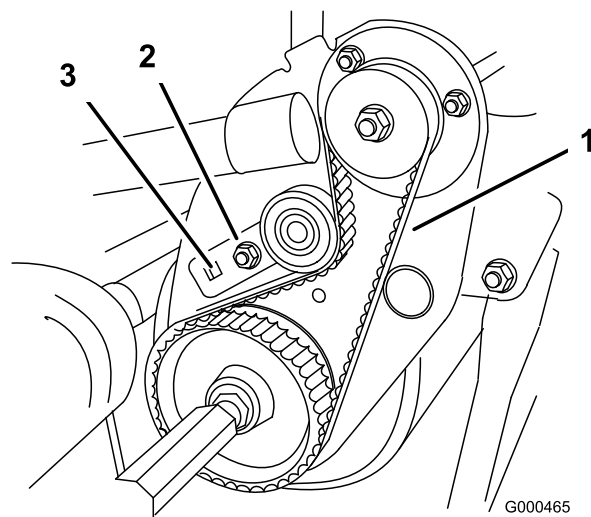

Figura 43
- B. Servindo-se de uma chave de aperto de 3/8 pol., rode o suporte intermédio com uma torção de 4–4,5 Nm para ajustar a tensão da correia (Figura 43). Mantendo o ajuste da chave de aperto, aperte o parafuso de montagem do suporte intermédio. (A anilha de patilha é instalada para evitar que a correia deslize.) Não aperte demasiado a correia.